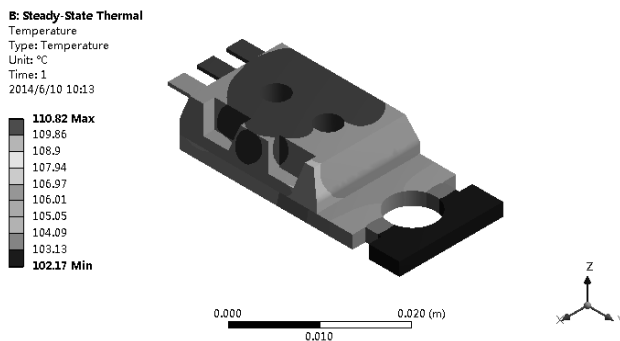

图 11-45 温度分析云图
- 2) 温度分析云图。在【Outline（分析树）】中选择【Solution（B6）】节点，单击其下的【Temperature】项  Temperature，在图形窗口显示出温度分析云图，如图 11-45 所示。